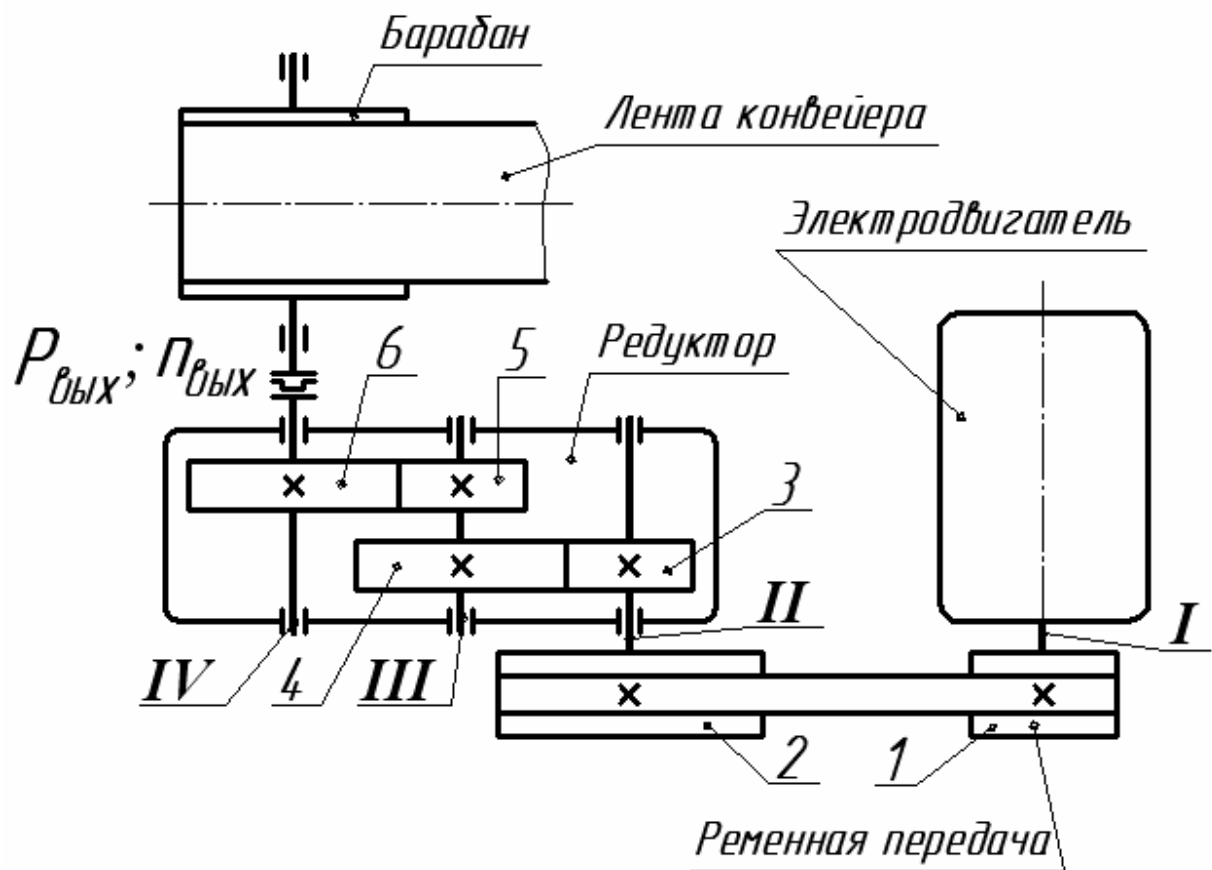

Рис. 1
Исходными данными для курсового проекта, приведенными в табл. 1 и на рис. 1...5, являются кинематическая схема и параметры привода.
- кинематическая схема привода – рис. 1;